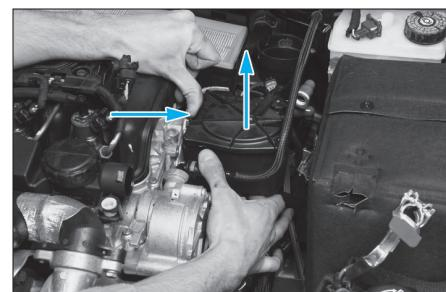

Fig. 58
- Déclipser puis déposer le filtre à gazole (Fig.58).